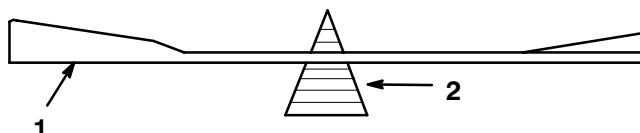

Figure 33
2. Vérifier l'équilibre de la lame en la plaçant sur un équilibrEUR (Fig. 33). Si la lame reste horizontale, elle est équilibrée et peut être utilisée. Si la lame est déséquilibrée, limer un peu le dos de la lame. Vérifier de nouveau et répéter la procédure jusqu'à ce que la lame soit équilibrée.